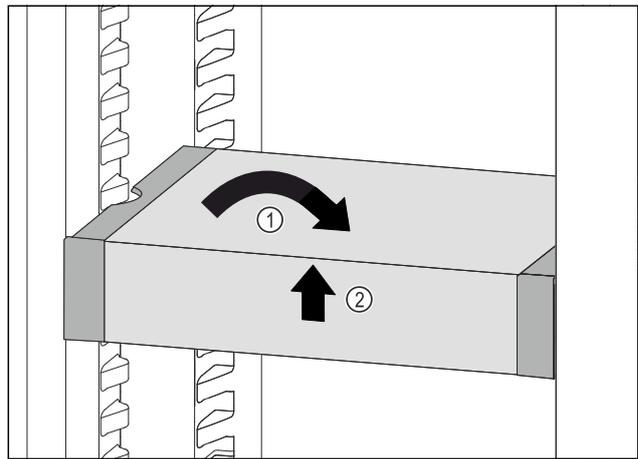

Fig. 113
- ▶ Collocare VarioSafe in maniera dritta. Fig. 113 (1)
- ▶ Sollevare VarioSafe dal lato anteriore. Fig. 113 (2)